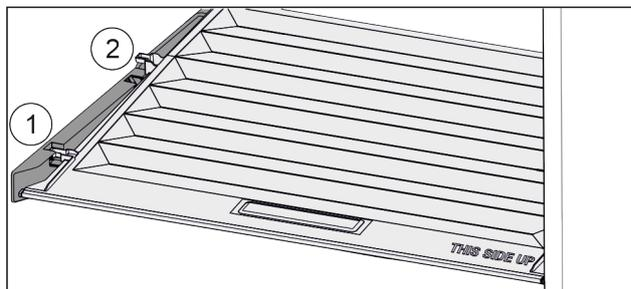

Fig. 135
- ▶ 将盖子向前拉 Fig. 135 (1)至定位件开口。
- ▶ 从下方抬起后端并向上将其移出 Fig. 135 (2)。